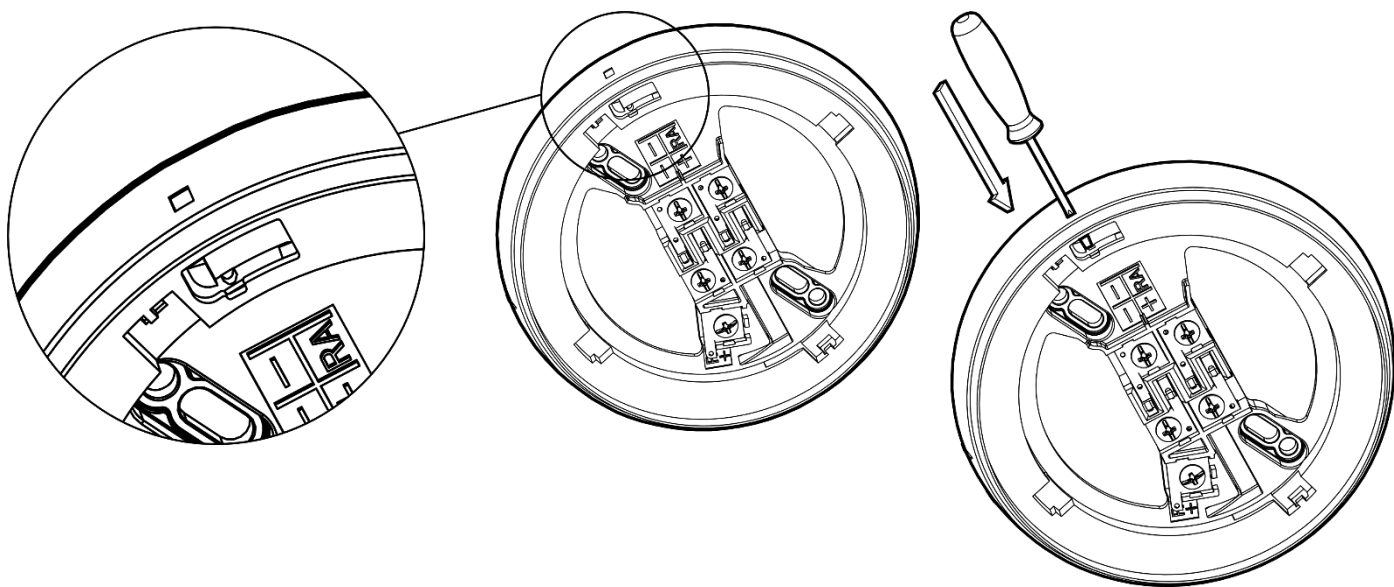

Рисунок 3
6.4 В конструкции базы предусмотрена возможность защиты от несанкционированного отсоединения извещателя. При удалении предохранительного выступа в базе (см. Рисунок 3) оповещатель будет невозможно снять без дополнительных инструментов.